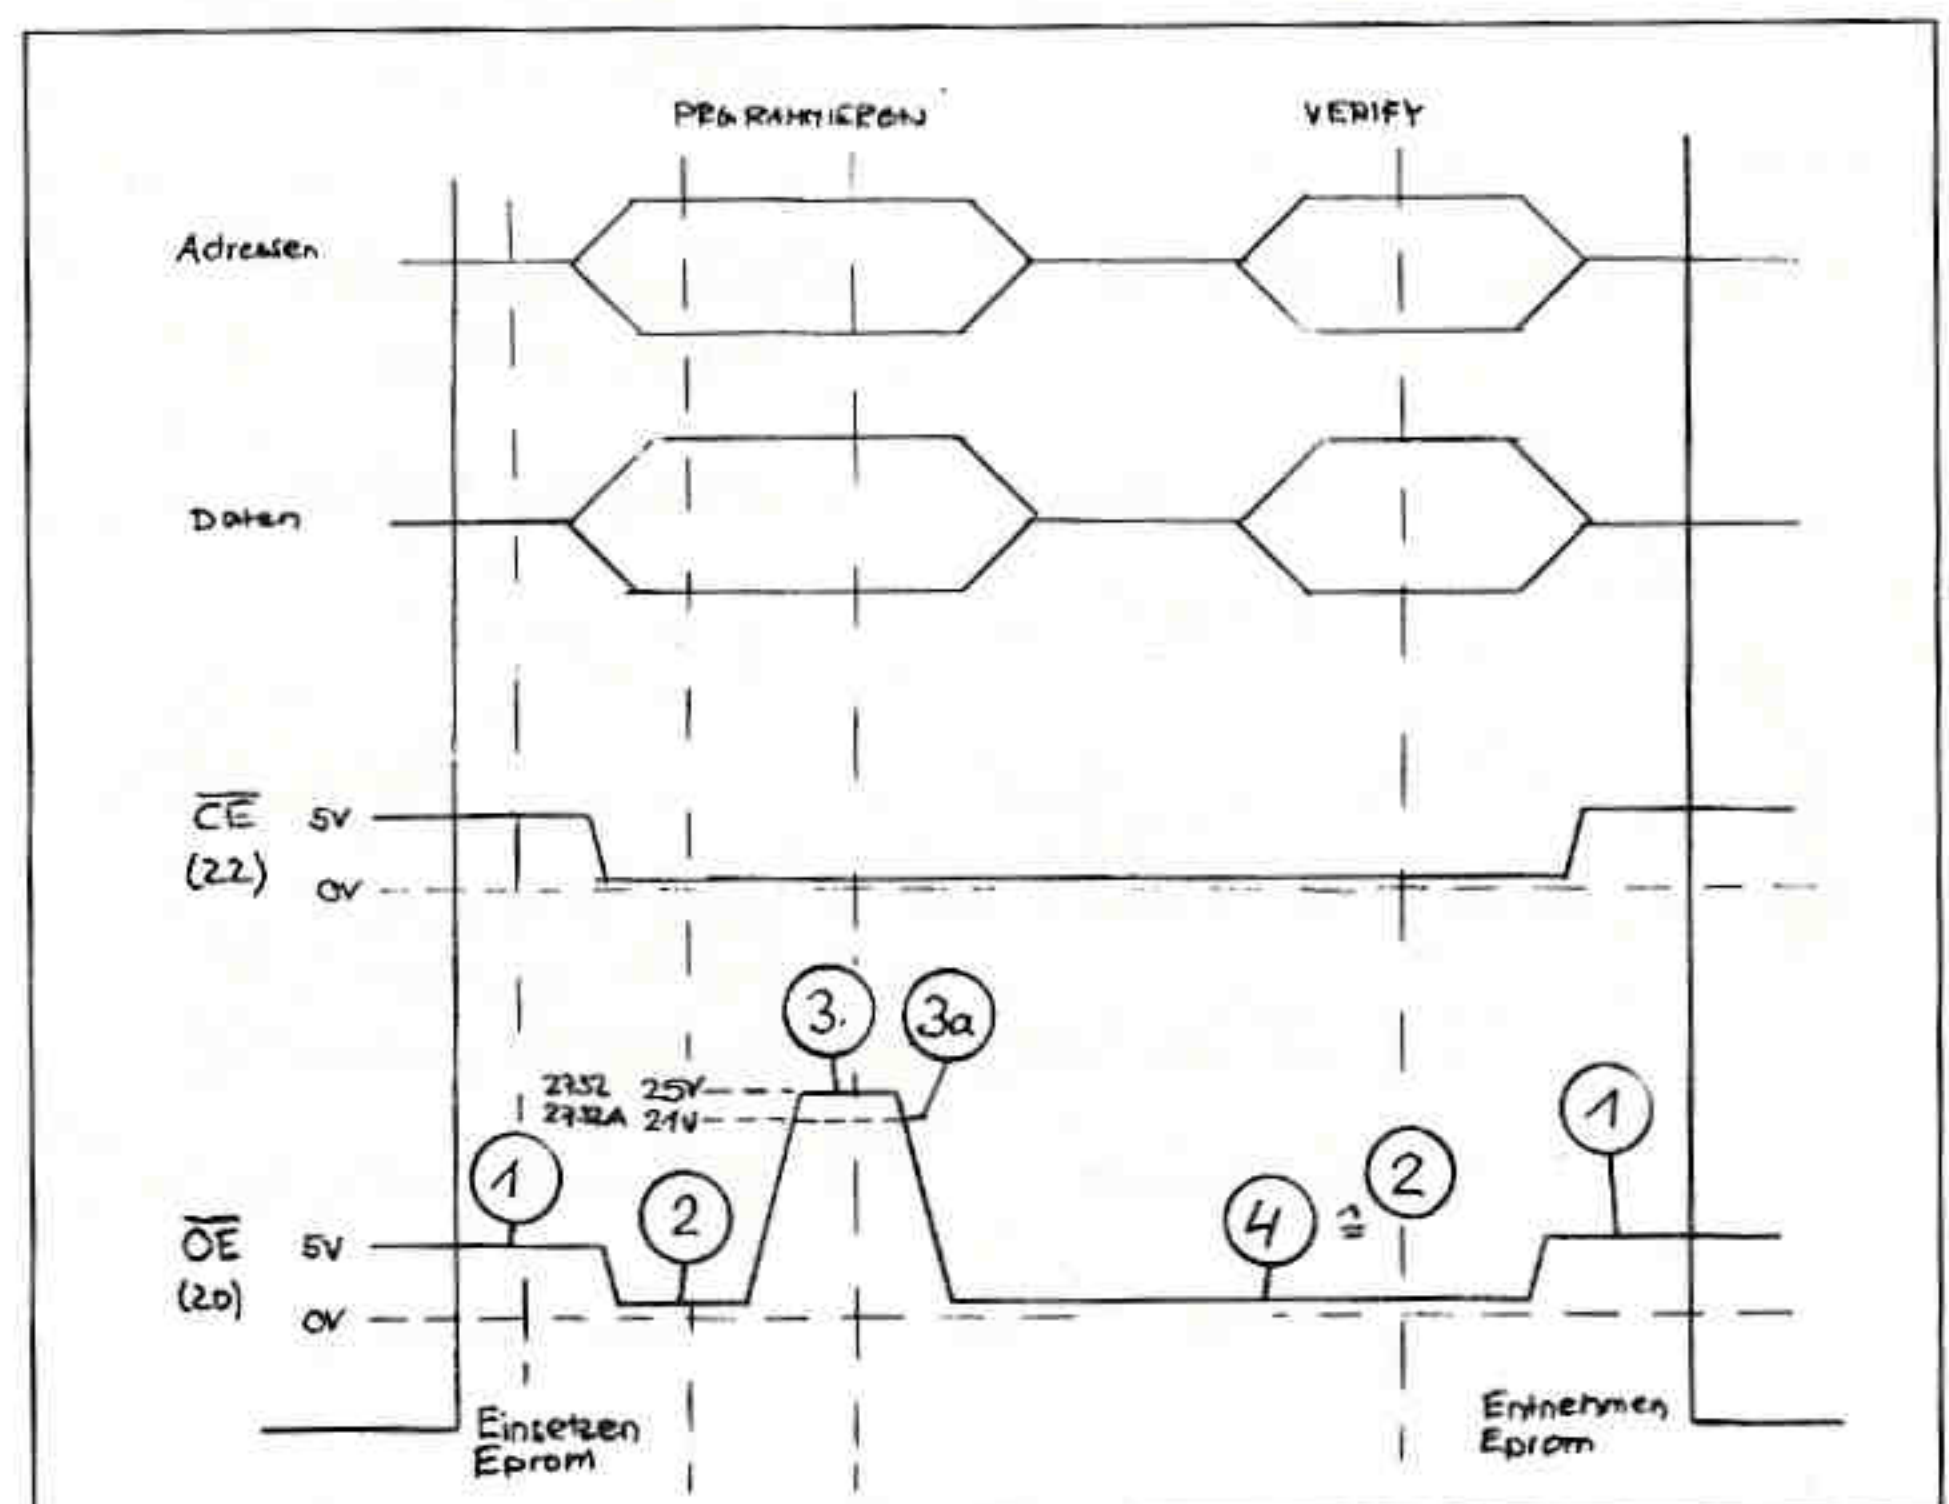

Bild 1: Zeitdiagramm 2732/32A
Bild 1 zeigt Ihnen das Zeitdiagramm am Beispiel der Typen 2764/128, deren Programmierverhalten gleich ist mit dem kleinen Unterschied, daß der 27128 eine Adresse mehr bedienen muß. Um nun die Reihenfolge verständlich zu machen, ist die Zeitachse in bestimmte Punkte (Zustände) aufgeteilt. Der Anfangszustand stellt einen definierten Pegelwert am Eprom ein, der es ermöglicht, das Eprom in die Programmierfassung stecken zu können, ohne daß es Schaden nimmt. Dann wird die erste Adresse ausgegeben und das erste Datum an die Dateneingänge (D0 – D7) angelegt. Nun wartet man eine kurze Zeit, bis die Daten und Adressen stabil anliegen und geht in den Zustand (2) über. Hier wird die Programmiervoltage auf 21 Volt eingestellt; ein paar Takte später liegt /CE auf LOW – das Eprom ist aktiviert. Jetzt wird der /PGM-Eingang für 50 ms auf LOW gelegt. Dieser Programmierimpuls »brennt« nun das anliegende Byte dauerhaft in die Speicherzelle, deren Adresse an den Adresspins anliegt. Nach Ende des Pulses geht /PGM wieder auf HIGH. Zustand (4) legt nun /OE auf